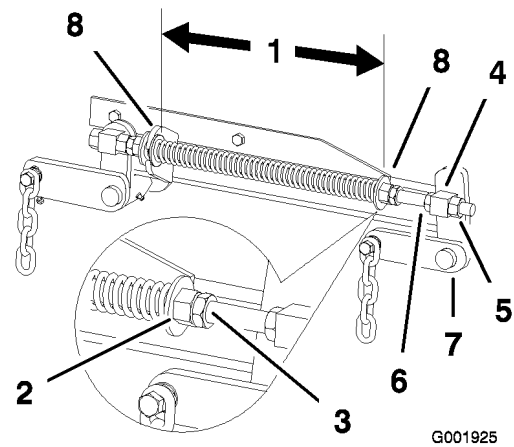

Figure 59
2. Vérifiez que les deux grandes rondelles sont espacées de 28,2 cm (11-1/8 po) pour les plateaux de coupe de 52 pouces, et de 26,7 cm (10,5 po) pour les plateaux de coupe de 60 pouces (Figure 59).
3. Réglez cette distance en desserrant l'écrou de blocage du ressort et en tournant l'écrou devant chaque ressort (Figure 59).
4. Bloquez l'écrou en position en serrant l'écrou de blocage du ressort (Figure 59).